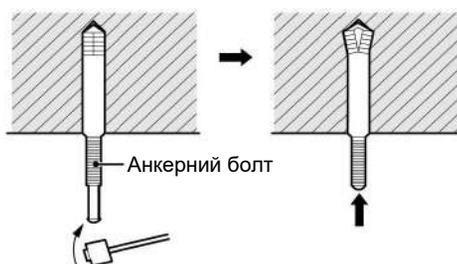

Рис.4.1.4
2) Вставте анкерний болт М10 в отвір, а потім вбийте цвях у болт, як показано на рис. 4.1.4, а потім зніміть паперовий шаблон.